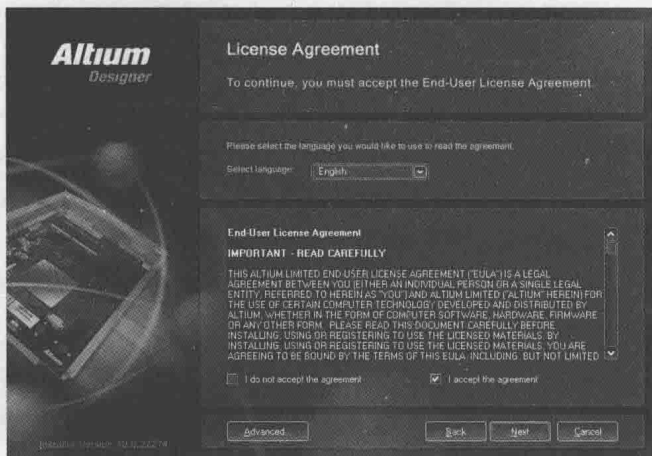

图 1-4 许可证协议界面
2) 单击 Next 按钮, 进入许可证协议界面, 如图 1-4 所示, 选中 I accept the agreement 左边的复选框, 激活 Next 按钮。